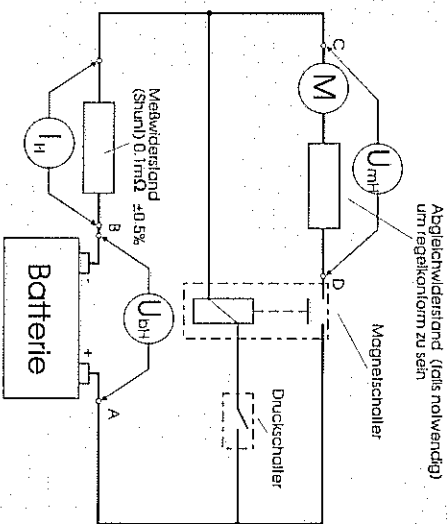

Abb. 2 Prüfung bei hohem Strom
- Prüfung L bei niedrigem Strom (siehe Abb. 2)